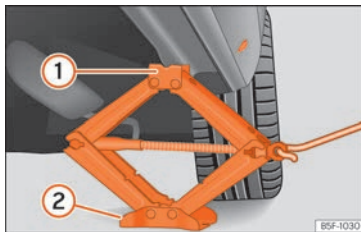

Fig. 79 Longherone: posizionamento del cric del veicolo.
- Ruotare la manovella del cric*, posto sotto il punto di appoggio del longherone, per alzarlo finché la linguetta ① »» fig. 79 non avrà raggiunto l'alloggiamento previsto.
- Allineare il cric* in modo tale che la linguetta ① "si agganci" nell'apposito alloggiamento del longherone e la piastra di base mobile ② resti appoggiata al suolo. La piastra di base ② deve cadere sul lato verticale rispetto al punto di appoggio ①.